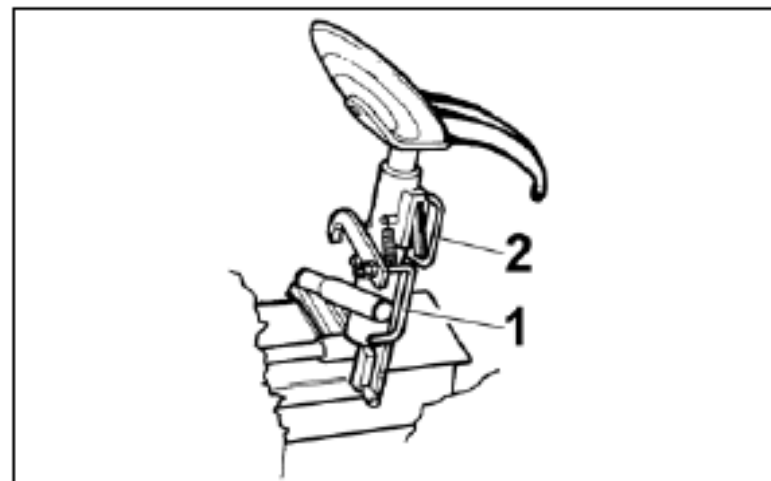

Рис.12
**7.** Для поднятия рычага инструмента монтажа, отпустите педаль (№1 Рис.12) и задействуйте рукоятку (№2 Рис.12). Рычаг возвращается в исходную позицию подпружиненным механизмом поэтому требуемое усилие минимально.